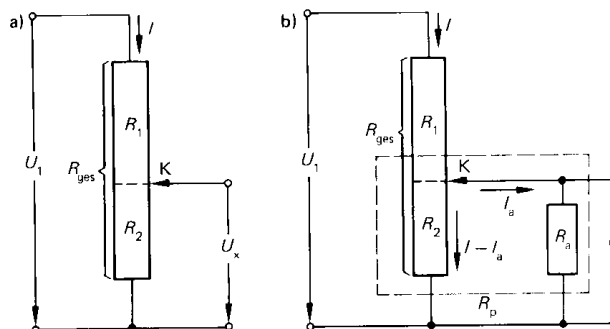

Abbildung 3.17: Unbelasteter und belasteter Spannungsteiler
2. Als **Potenzimeter** (Spannungsteiler) bezeichnet man einen Widerstand, bei dem man über einen Schleifkontakt eine gewünschte Spannung U_a abgreifen kann. Im unbelasteten Fall gilt (s. Abb. 3.17.a):
telabgriff aufteilt (s. Abb. 3.17.b, beide entnommen aus [3]). Durch R_a fließt der Strom I_a und durch R_2 nur noch der Strom $I - I_a$. Da R_2 und R_a parallel geschaltet sind, ist der Gesamtwiderstand